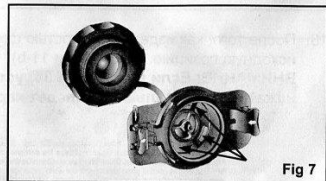

Fig 7
14. Осторожно нажмите на одно из трех выступающих ушек клапана быстрого накачивания для того, чтобы выпустить небольшое количество воздуха. **Внимание: Не следует удерживать резиновую диафрагму. (Рис. 7).**